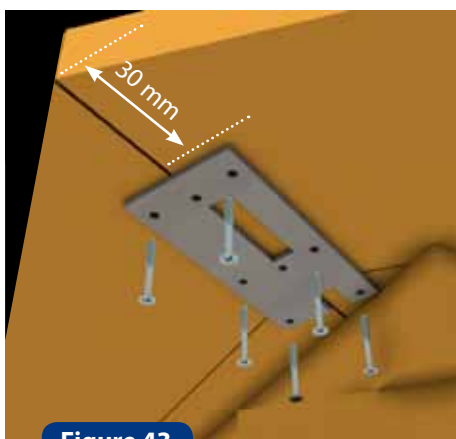

Figure 43
- Lorsque toutes les margelles sont réglées, procédez au vissage en commençant par seulement un point au centre des margelles. Puis retirez les plaques dans les angles pour les fixer à l'aide de vis inox $\varnothing 5$ x 30 mm par le dessous (figure 43).